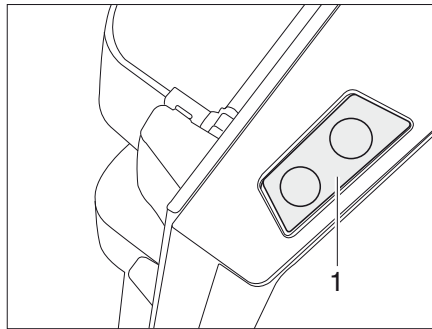

Bild 338 Frigöringsknapp till kylskåpsdörr (Dometic 8-serie)
**Öppna:** ■ Tryck på frigöringsknappen (Bild 338,1) och öppna kylskåpsdörren.